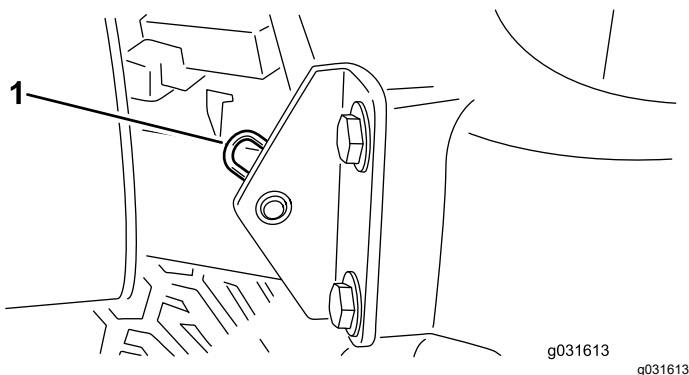

Figura 38
2. Retire el pasador que fija el pivote del capó a los soportes (Figura 38).